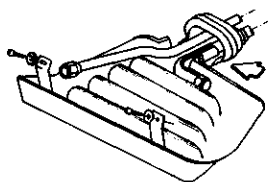

图 5-19 将感应管插入蒸发器
3) 将感应管插入蒸发器，如图 5-19 所示。注意：切勿将感应管扭曲或折叠。